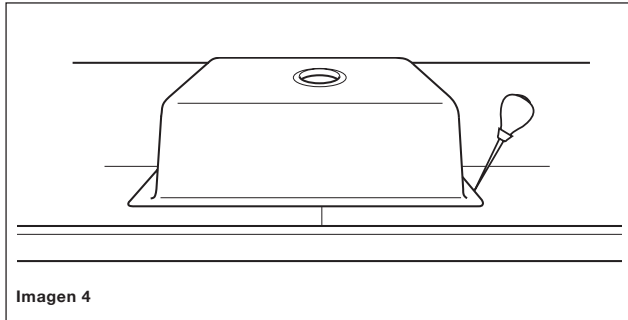

Imagen 4
- Alinee las marcas de alineación en el borde exterior de la tarja con las líneas marcadas en la hoja. Marque el perímetro exterior de la tarja en el reverso. Remueva la tarja (ver imagen 4).